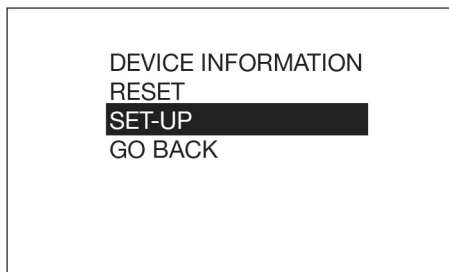

FIG. 24
4. Use el botón de flecha ARRIBA o ABAJO del teclado para resaltar la opción de configuración (SET-UP) (FIG. 24) y pulse el botón INTRO central en el teclado para seleccionar dicha opción.